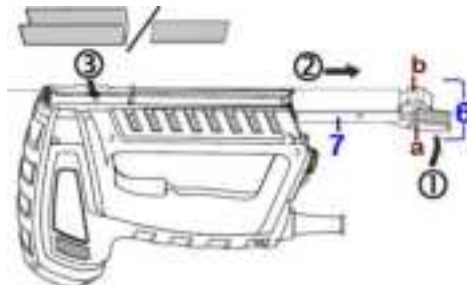

Fig.2
4.2- Pour charger le magasin (Fig.2)
- ① Pour dégager le magasin : avec l'index tenir la patte fixe (b) et avec le pouce appuyer sur la languette (a),
- ② puis tirer le magasin (7) vers l'arrière.
- ③ insérer l'élément adapté comme illustré sur la Fig.2, en veillant à respecter la capacité du magasin (voir section II-caractéristiques).